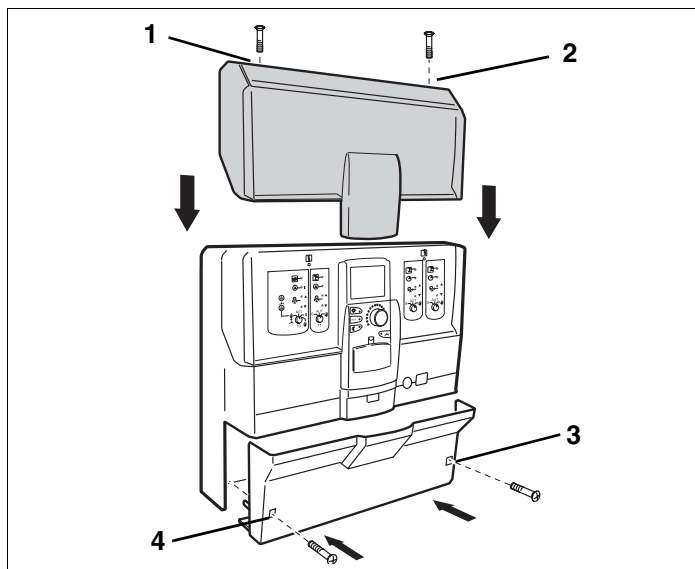

Fig. 10 Montaggio del coperchio trasparente e del coperchio cablaggi
- Serrare nuovamente le due viti sulla parte superiore del coperchio trasparente (fig. 10, **pos. 1 e 2**).
- Serrare nuovamente le due viti del coperchio di protezione cavi (fig. 10, **pos. 3 e 4**).